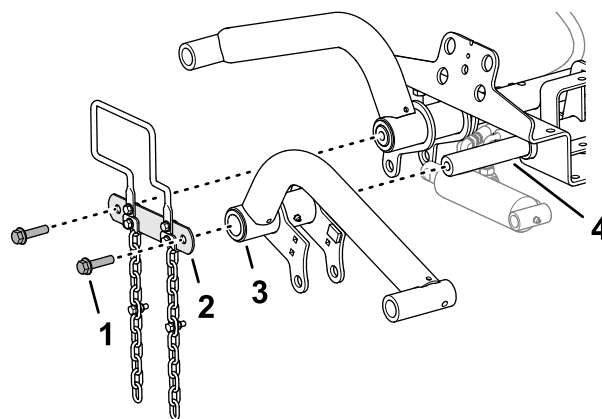

図 11
1. 図 11 のように、昇降アームを昇降アームピボットシャフトに取り付ける。
2. 昇降アームのピボットシャフトにピボットシャフトリンクを取り付ける図 11 昇降アームの取り付け準備 (ページ 16) で取り外したフランジキャップスクリュー 1/2 x 2" 2 本を使用する。